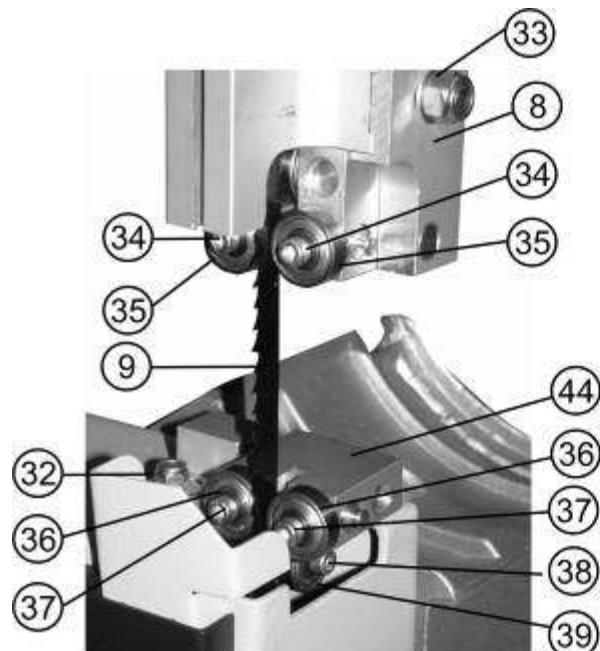

Рис. 12
11.5.1. Для выполнения качественной работы, уменьшения нагрузки на пильную ленту (9) и обеспечения техники безопасности при выполнении пиления заготовки, нижний край направляющих подшипников (35) верхней направляющей (8) необходимо установить на высоте не более 3мм от заготовки, Рис. 12.
## 11.6. Регулировка нижней и верхней направляющих пильной ленты (Рис. 12, 13)